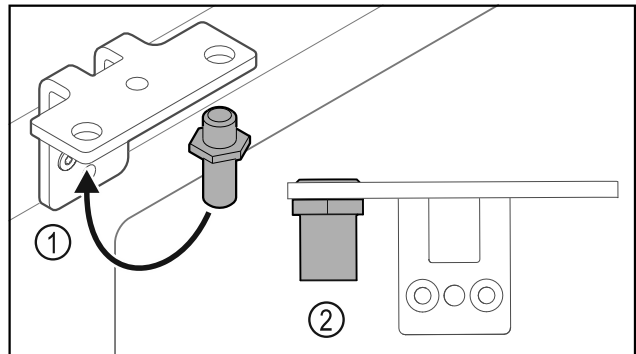

Fig. 36
- ▶ Переставьте палец Fig. 36 (1) в шарнирный уголок.
- ▶ Затяните палец Fig. 36 (2) с **моментом 12 Нм**.